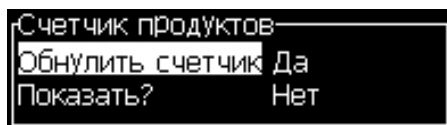

Рисунок 4-16: Диалоговое окно “Product Counter” (счетчик единиц товара)
- 3 Нажмите кнопку “Enter” (ввод) для открытия диалогового окна “product counter” (счетчик единиц товара) (Рисунок 4-16).